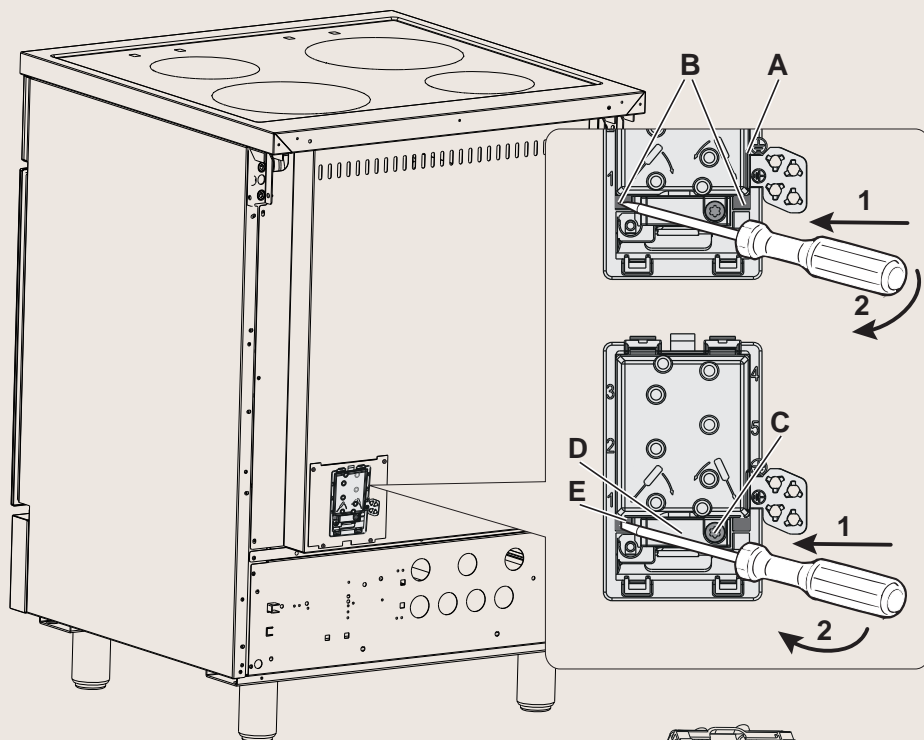

Fig. 2.2
- * Détacher le couvercle du bornier "**A**" en introduisant un tournevis dans les deux crochets "**B**" (fig. 2.2). Ouvrir complètement le couvercle du bornier "**A**".
- * Dévisser la vis "**C**" et ouvrir complètement le serre-câble "**D**" introduisant un tournevis dans le crochet "**E**". Retirez complètement le serre-câble "**D**" (fig. 2.2).
- * Raccorder les câbles de la phase, du neutre et de terre à la borne terminale "**F**" selon les schémas électriques de la figure 2.3; les boulons U "**G**" (fig. 2.2) doivent être utilisés comme indiqué sur les schémas de la fig. 2.3 (ils sont fournis déjà montés sur les terminaux ou à l'intérieur du bornier, derrière le couvercle).